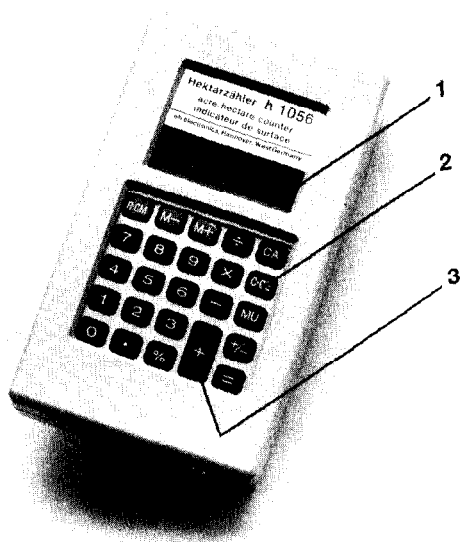

Fig. 4
Betriebsstrom erhält der h 1056 von zwei eigenen 1,5-V-Mignon-Batterien. Der h 1056 darf nicht an die Fahrzeugbatterie angeschlossen werden. Die Batterien sind in das Batteriefach des h 1056 einzusetzen. Dazu ist der Deckel des Batteriefaches auf der Rückseite des Chassis in Pfeilrichtung zu schieben. Nach der Bestückung des h 1056 mit Batterien erscheint auf der LCD-Anzeige (Fig. 4/1) die Zahl „0“.
- Unmittelbar vor der Arbeit drücken Sie die Taste (Fig. 4/2).
- Drücken Sie die Taste (Fig. 4/3).